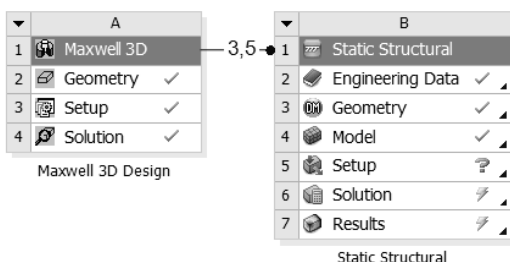

图 19-37 体积力密度数据传递
Step7：体积力密度数据传递。在 Workbench 主窗口 A4 (Solution) 中右击，在弹出的快捷菜单中选择 Update 命令，经过数分钟的计算，A4 (Solution) 表格由 变成 ，如图 19-37 所示，说明 A4 数据已经成功传递给 B5。